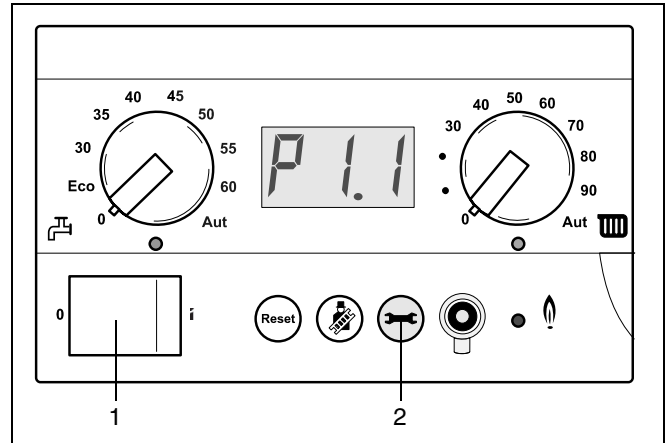

fig. 30 Drukweergave [bar]
- Zet de instelknoppen, cv- en warm tapwater op stand "0" (→ fig. 30).
- Zet de netschakelaar op de BC10 in stand "1" (→ fig. 30, [1]).
- Druk de serviceknop (→ fig. 30, [2]) een aantal keren in tot de drukweergave (bijv: P1.1, → fig. 30) wordt weergegeven.